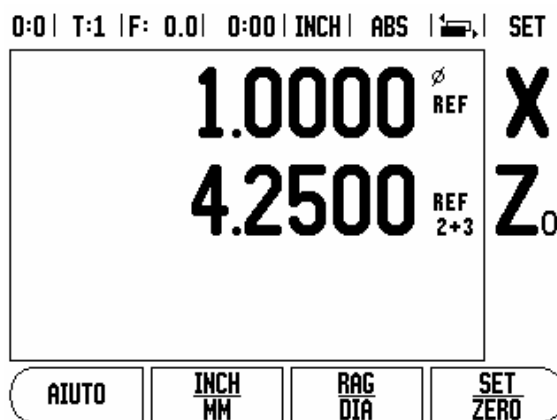

Fig. II.4 Attivazione funzione Somma asse Z
- ▶ Premere il tasto numerico associato all'ingresso del sistema di misura sul retro dell'unità. Premere il softkey **+** o **-** per sommare un secondo ingresso al primo. I numeri degli ingressi sono visualizzati accanto alla denominazione dell'asse che indica che la posizione è una posizione sommata (ad es. "2 + 3"). Vedere Fig. II.4.
Premere e tenere premuto il tasto Z₀ per circa 2 secondi per sommare gli assi Z₀ e Z e visualizzare il risultato sul visualizzatore Z₀. La somma delle posizioni Z è indicata sul visualizzatore Z₀ e il visualizzatore Z si oscura. Vedere Fig. II.4.